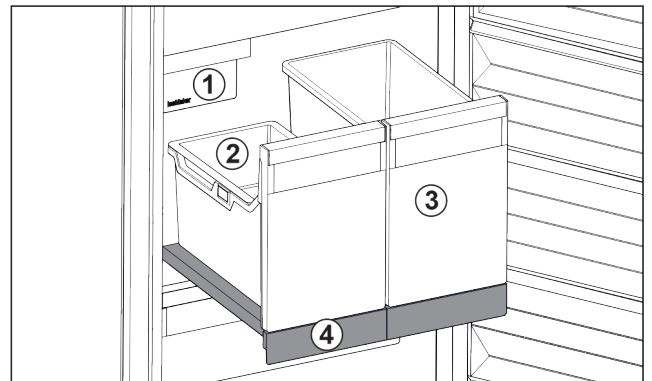

Fig. 103 Vetotaso IceTowerilla
- (1) IceMaker
- (2) Ripustettava jääpala-kulho
- (3) Säiliö esim. pizzalle, alkoholijuomille
- (4) Vetotaso
Vetotasossa on kaksi korkeaa säiliötä (IceTower). Säiliö on tarkoitettu Fig. 103 (2) IceMakerin jääpalojen keräämiseen ja säilyttämiseen. Säiliö Fig. 103 (3) soveltuu korkeiden ruoka-tavaroiden säilytykseen, esimerkiksi pizzojen tai alkoholijuomien.